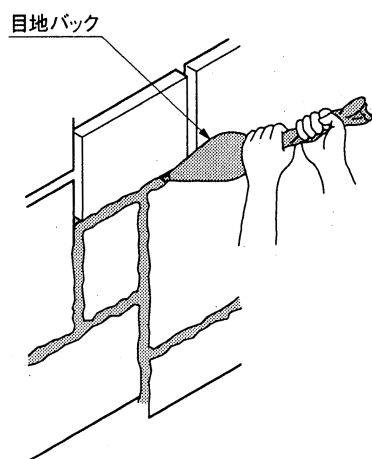

図9
- ② 目地バックに口金を入れ、中に目地モルタルをつめてください。
- ③ 割石と割石の間(目地)に目地バックを用いて目地モルタルを充填してください。(図9参照)